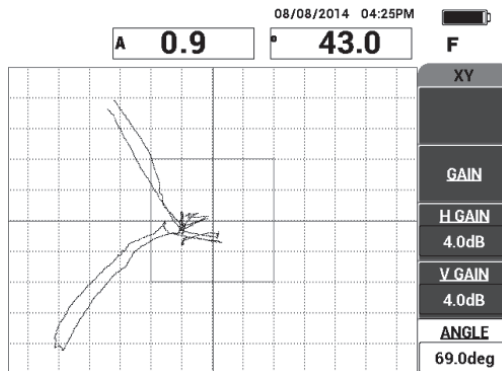

Figura 6-8 Regolazione dell'angolo del segnale della perdita di adesione
4. Nel menu **MAIN**, premere **ANGOLO** (tasto E), ed in seguito regolare l'angolo del segnale in modo che la perdita di adesione situata sul lato lontano scenda e la perdita di adesione situata sul lato vicino salga (vedere Figura 6-8 a pagina 142).